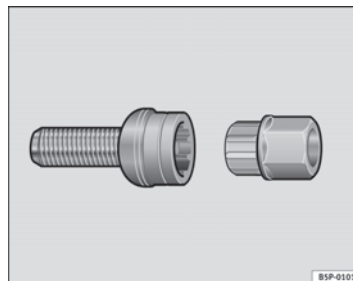

Fig. 178 Viti antifurto
- Innestare l'adattatore nella vite antifurto, spingendolo fino in fondo ⇒ fig. 178.